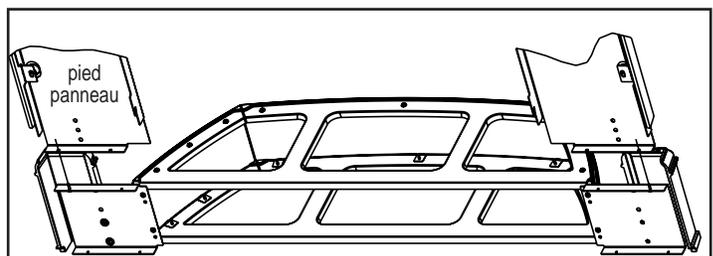

Figure 33.7
8. Placez le support être assemblés sous l'insert. Figure 33.7.